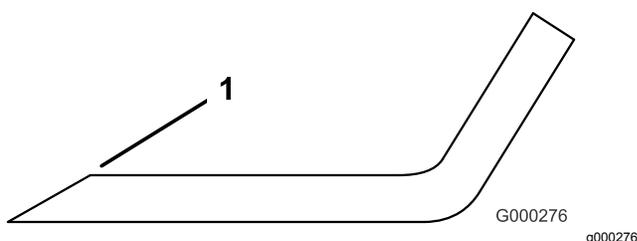

Рисунок 111
3. Проверьте режущие кромки на всех ножах. Заточите режущие кромки, если они затупились или выщерблены. Для обеспечения остроты затачивайте только верхнюю сторону режущей кромки и сохраняйте первоначальный угол заточки (Рисунок 111). Балансировка ножа не нарушается, если с обеих режущих кромок удаляется одинаковое количество материала.